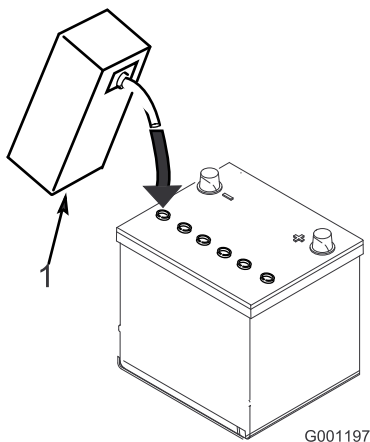

Bild 22
2. Füllen Sie vorsichtig in jede Zelle Elektrolyt ein, bis die Platten ungefähr mit 6 mm Flüssigkeit bedeckt sind (Bild 22).
3. Lassen Sie die Elektrolytflüssigkeit für 20 bis 30 Minuten in die Platten durchtränken. Füllen Sie ggf. mehr Batteriesäure ein, bis die Flüssigkeit ungefähr 6 mm vom Boden des Füllbrunnens bedeckt (Bild 22).